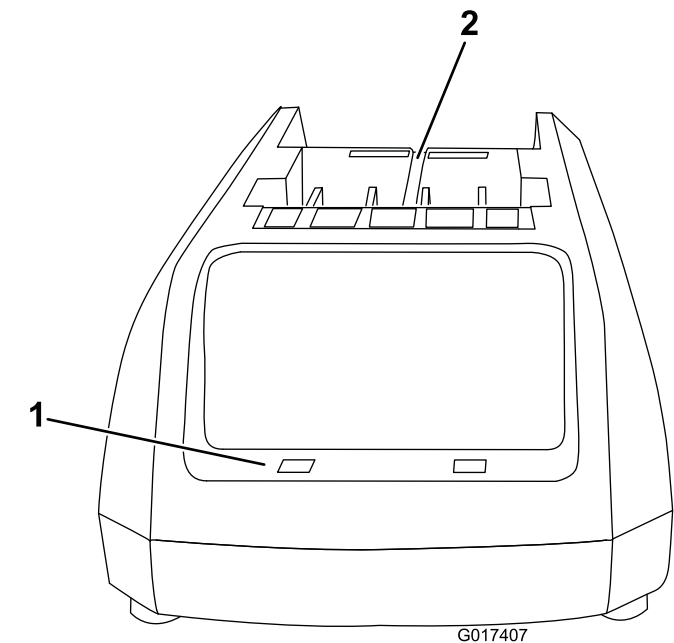
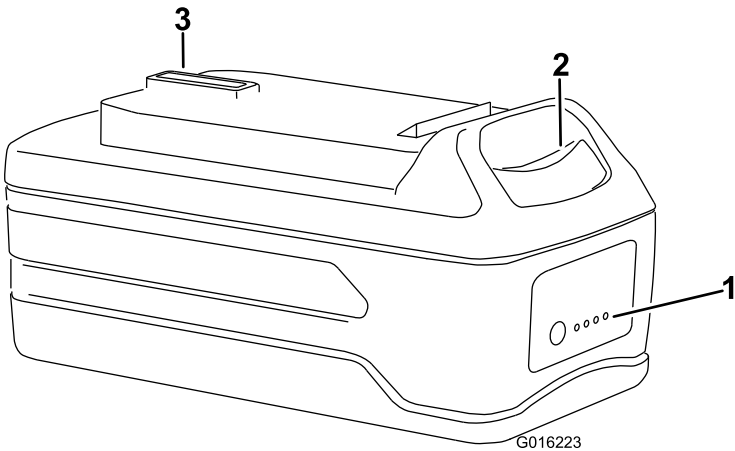

Figura 5
Figura 6
- 1. Ponga la batería boca abajo y alinee el terminal de la batería con la ranura del cargador (Figura 5 y Figura 6).